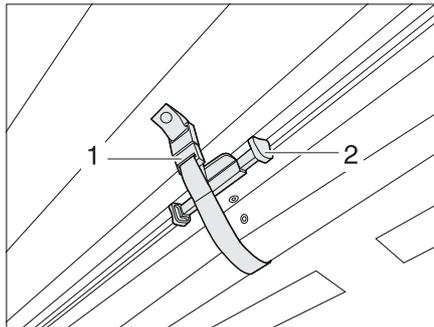

Fig. 15 Bloccaggio della tendina oscurante pieghevole del parabrezza
**Bloccaggio:** ■ Spingere in alto la tendina oscurante pieghevole del parabrezza afferrando l'impugnatura (Fig. 15,2) finché non si arresta. Bloccare con la chiusura a velcro (Fig. 15,1). La tendina oscurante pieghevole è ora bloccata.